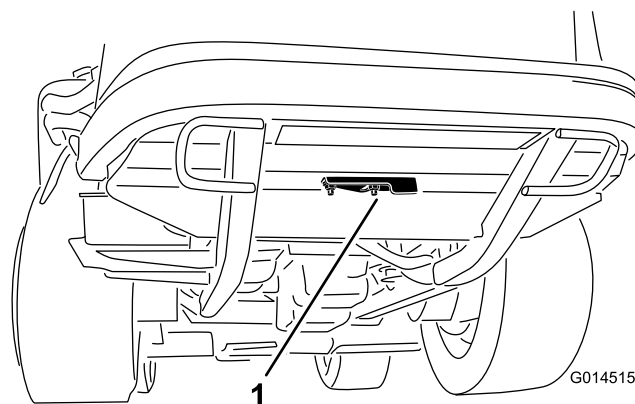

Рисунок 42
2. Ослабьте фланцевую гайку, которая крепит крышку для чистки к нижней стороне задней рамы (Рисунок 42). Поверните крышку, чтобы получить доступ к отверстию для чистки в раме.